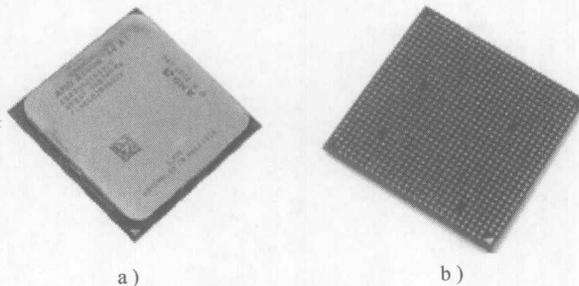

图 2-3 AMD Athlon64 AM2 CPU 的外形
2. AMD CPU 以适用于台式机的 CPU 为例进行介绍, 其外形如图 2-3 所示。